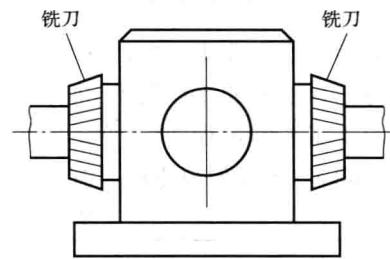

图 1-8 同时铣削端面
(3) 如图 1-8 所示, 为了提高生产率, 可以同时铣削两个断面。问是否属于复合工步?